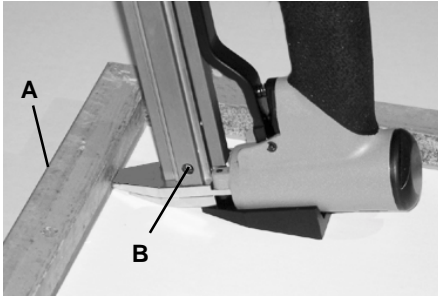

Abbildung 5
3. Legen Sie den Stabilisatorschuh flach auf die Rückwand, und drücken Sie das Ansatzstück fest gegen den Rahmen, wie in Abbildung 5 gezeigt.